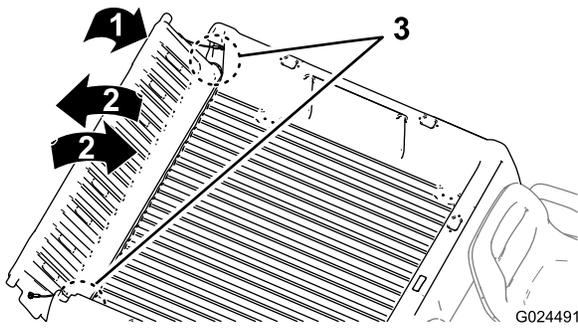

Bild 13
2. Drehen Sie die Heckklappe auf eine ungefähre Stellung von 45° (Bild 13).
3. Drehen Sie die Heckklappe mehrmals mit kurzen, schüttelnden Bewegungen (Bild 13).